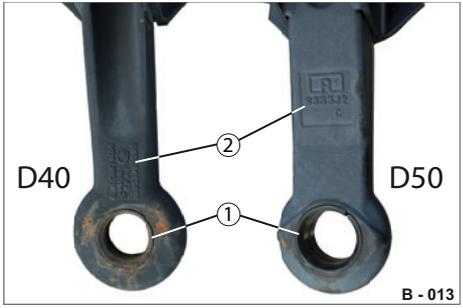

Abb. 15 Zugösen mit Verschleißbuchsen
- ▶ Lassen Sie eine verschlissene / deformierte Zugöse nur durch ein Original-Ersatzteil ersetzen - siehe Kennzeichnung (Abb. 15/2) auf der Zugöse.